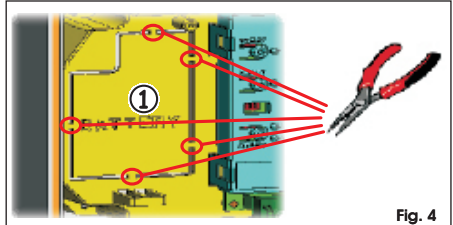

Fig. 4
De kit bufferbatterijen is gemaakt om in de houder van de elektronische kaart te worden geplaatst. Deze houder (ref. ① in Fig. 4) is voorgedrukt om de batterijruimte open te kunnen maken.